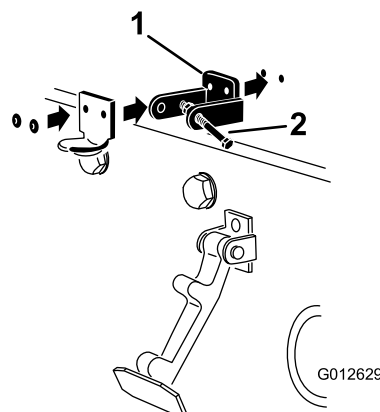

Figure 7
3. Alignez les trous de montage et positionnez le support de verrouillage CE et le support du verrou de capot sur le capot. Le support du verrou doit être appuyé contre le capot (Figure 7).
5. Rivez les supports et les rondelles sur le capot (Figure 7).